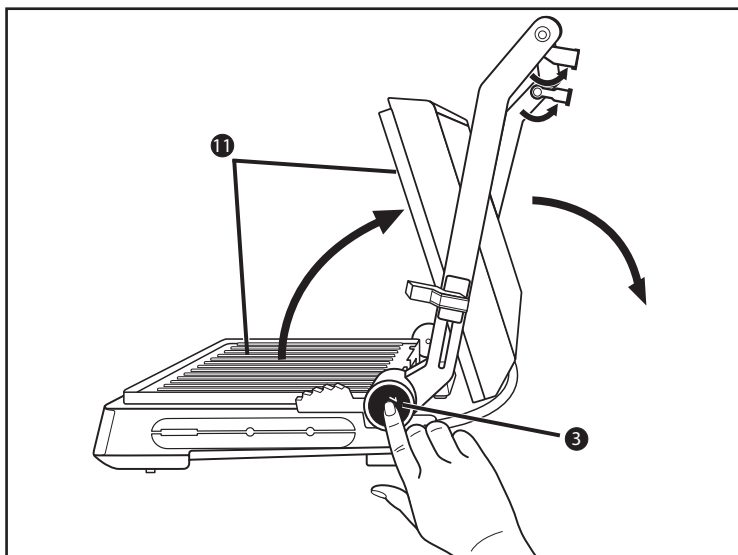

Fig. 1
- 1) Aprire i due piedini di appoggio **1** (fig. 1).
- 2) Premere il tasto di sbloccaggio 180° **3** (fig. 1) e aprire il coperchio dell'apparecchio in modo tale da poter utilizzare entrambe le piastre riscaldanti **11** come grill da tavolo.